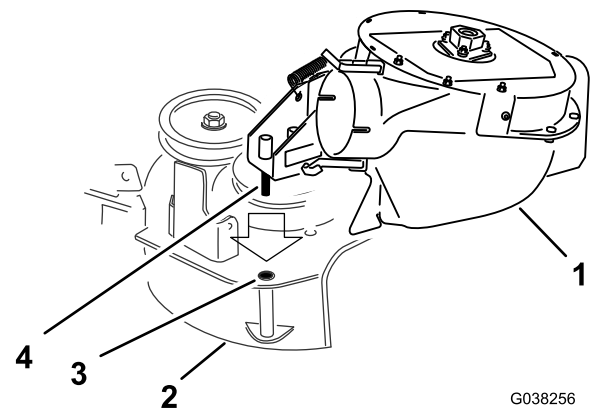

Figura 27
1. Alinee el pasador de giro del soplador con el orificio de la carcasa de corte (Figura 27).
2. Baje el soplador e introduzca el pasador de giro en el orificio de giro (Figura 27).